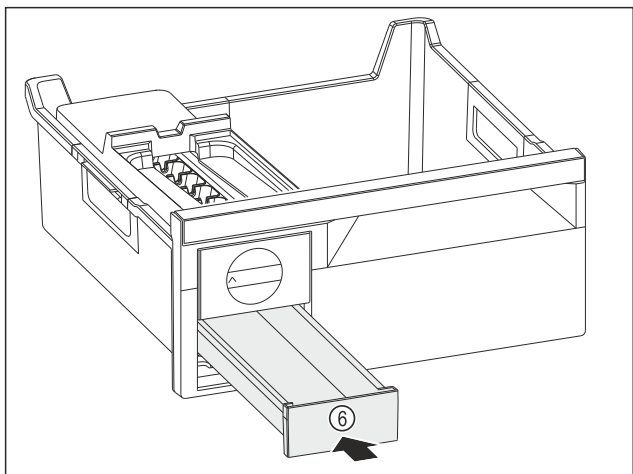

Fig. 87
- ▶ Introducir el cajón para cubitos de hielo Fig. 87 (6).